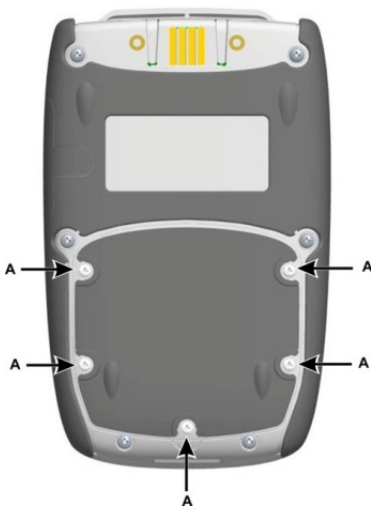

图 1-3: 安装电池
1. 拆除五个 Pozidriv 螺钉 A，如图 1-3 所示。